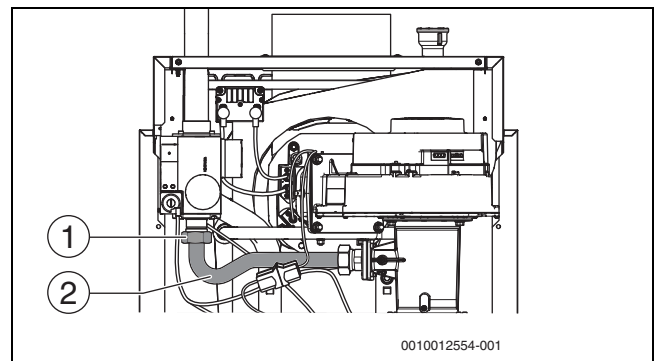

Bild 42 Überwurfmutter mit Gasrohr
- ▶ Überwurfmutter (→ Bild 42, [1]) des Gasrohres (→ Bild 42, [2]) lösen.